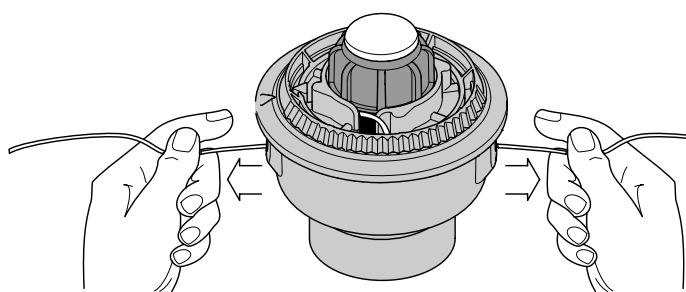

Fig. 19
9. Si le rembobinage du fil devient difficile ou si le fil se coince, tirez-en les extrémités de la bobine. Continuez de rembobiner le moulinet intérieur vers la gauche (Fig. 19).
Si le SpeedSpoolMD ne déroule pas le fil correctement, tirez fermement les extrémités du fil loin de la bobine (Fig. 19). Si cela ne suffit pas, suivez les instructions de *Nettoyage du SpeedSpoolMD* ci-dessous.